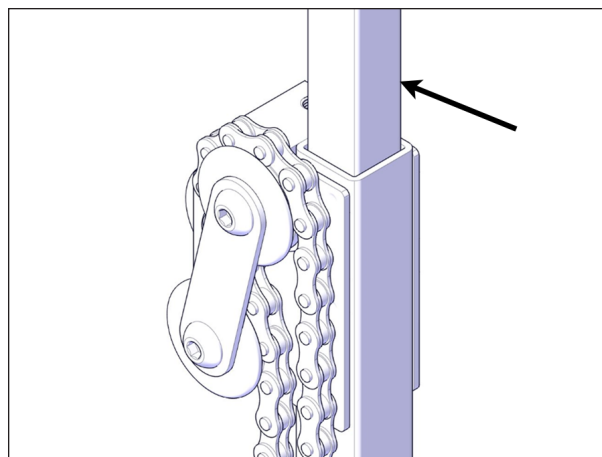

FIGURE 80: COMPOSANTS MOBILES À GRAISSER
7. Vaporiser de la graisse sur toutes les parties coulissantes et sur les composants mécaniques des quatre vérins, voir Figure 80.